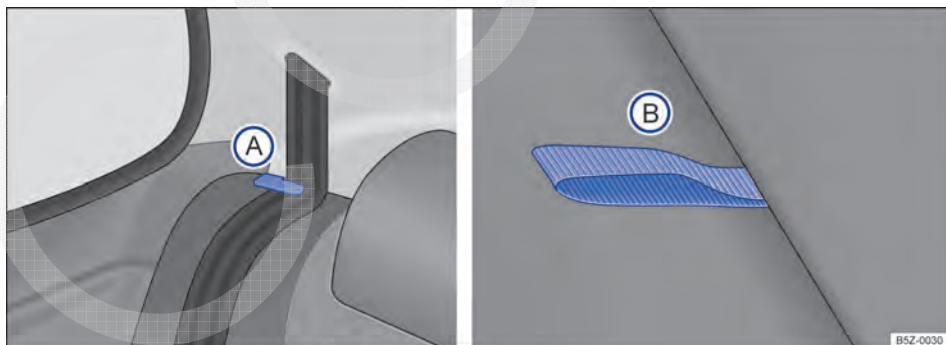

Fig. 74 Banco traseiro: posicionador para os cadarços dos cintos ⓘ; alça para desbloqueio do encosto ⓘ.
- Posicionar os cadarços dos cintos de segurança nos seus respectivos posicionadores → Fig. 74 (A).
- Puxar a alça vermelha → Fig. 74 (B) para destravar a fixação do encosto do banco e, ao mesmo tempo, puxar o encosto sobre o assento, até travá-lo.
- Retirar os cadarços do cinto de segurança dos posicionadores → Fig. 74 (A). Para veículos com cintos de três pontos fixos, recolocar as linguetas nos respectivos fechos.